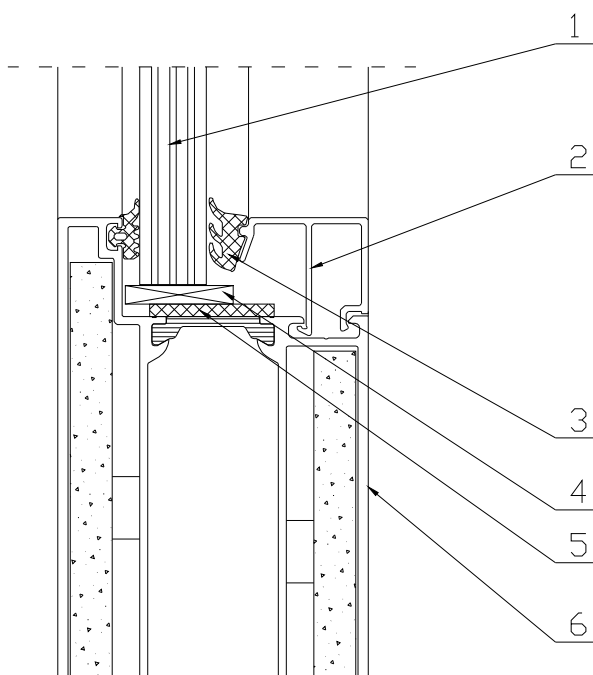

Rysunek 5 – Sposób montażu konstrukcji w ścianie (szczegół 1).
- *Rysunek 5* – Sposób montażu konstrukcji w ścianie (szczegół 1).
Przed montażem drzwi należy odkręcić blachę lub listwę drewnianą usztywniającą ościeżnicę. W przypadku skrzydeł nieposiadających szprosu, przed zamocowaniem w ościeżnicy należy skrzydło przeszklić na leżąco, klinując szkło na całym obwodzie. Dokładna instrukcja szklenia przedstawiona jest w punkcie 3.2. Po wstawieniu drzwi w otwór muru należy wstępnie zamocować ościeżnicę. Konstrukcja powinna być zdystansowana od muru po obu stronach oraz od góry na dystans ok. 8 mm. Mocowanie następuje za pomocą stalowych kołków rozporowych $\varnothing 10$ mm osadzonych w murze i przechodzących przez istniejące otwory w ramie. W razie konieczności montażu w cegle szczelinowej lub dziurawce do mocowania należy użyć kotew stalowych. Słupki ościeżnicy drzwi można wpuścić w posadzkę lub zakończyć na poziomie posadzki. Jeżeli nie jest przewidziane systemowe uszczelnienie progów, drzwi należy osadzać w taki sposób, by szczelina progowa w stanie wykończonym wynosiła do 10 mm. Następnie należy zapewnić równą szerokość szczelin pomiędzy skrzydłami drzwiowymi a ościeżnicą np. za pomocą płytek dystansowych grubości 5 mm włożonych pomiędzy profile. Po dokładnym ustawieniu drzwi należy dokręcić ościeżnicę na gotowo. Podczas montażu drzwi dwuskrzydłowych w posadzce powinno się zamocować tulejkę przypodłogową, którą należy umieścić dokładnie w osi pręta skrzydła biernego. Przestrzeń pomiędzy ramą a murem należy wypełnić wełną mineralną. Wykończenie zewnętrzne styku muru z ramą należy wykonać niepalnym materiałem np. tynkiem lub płytą GKF (rys.5).